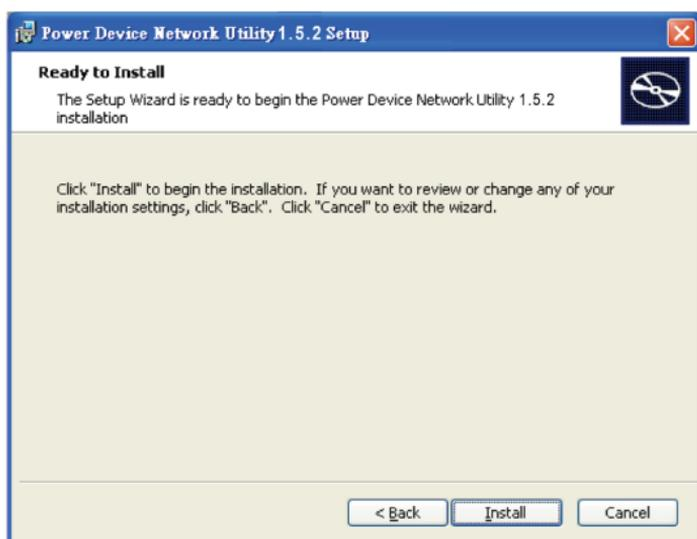

Figure 3
Étape 4. Sélectionnez **Install** (Installer) pour confirmer les paramètres et installer (Figure 3).